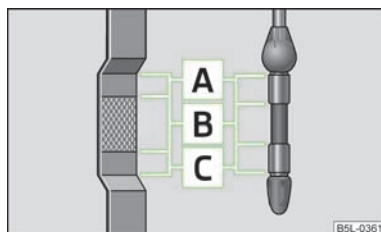

Fig. 98
A vareta de medição do nível de óleo indica o nível de óleo do motor » Fig. 98.
- O nível de óleo nunca deve estar acima da zona **A** » Fig. 98. Perigo de danificar o sistema de escape!